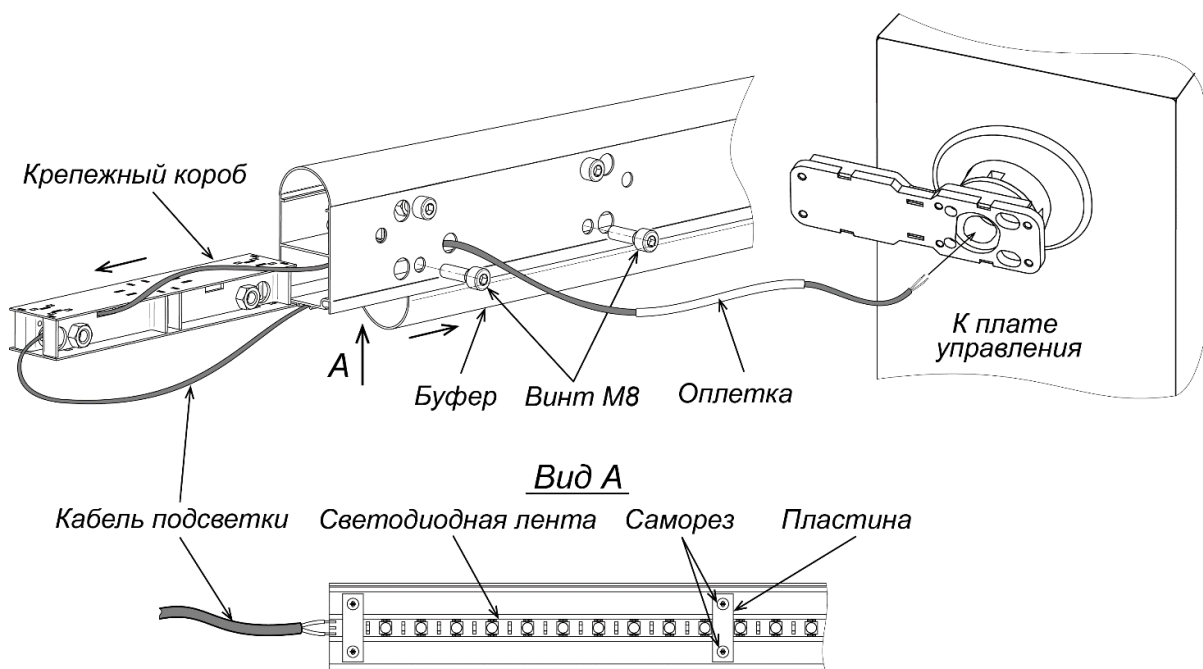

Рисунок 12. Монтаж подсветки стрелы PERCo-GBO
1. Снимите боковую заглушку стрелы, открутите два винта М8 и извлеките нижний крепежный короб из стрелы (см. рис. 12).
- Наденьте на провода предохраняющую оплетку, входящую в комплект поставки стрелы, и заведите их внутрь корпуса стойки шлагбаума через отверстие в кронштейне стрелы (см. рис. 12). После установки стрелы на стойку шлагбаума (см. разд. 8.5.4) подключите провода подсветки стрелы к контактам +12V – BOOM контактной колодки X11 согласно схеме на рис. 22, соблюдая полярность.